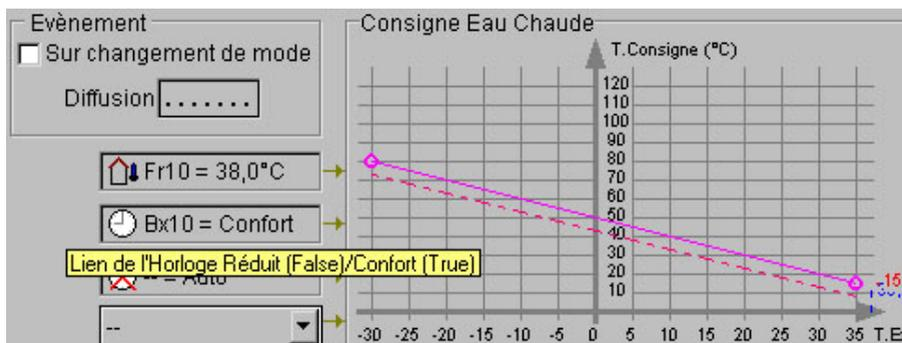

Figure 2.46 : Ressource Courbe de chauffe - Lien de l'horloge réduit/confort
- Lien de l'horloge réduit/confort (voir figure 2.46) : ce lien va commander l'état de la ressource en mode réduit automatique (lien inactif) ou confort automatique (lien actif).